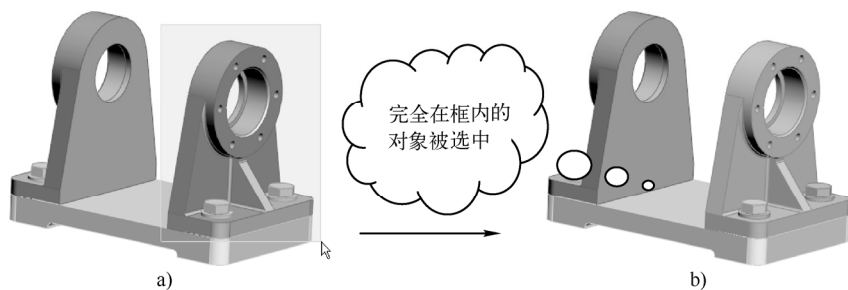
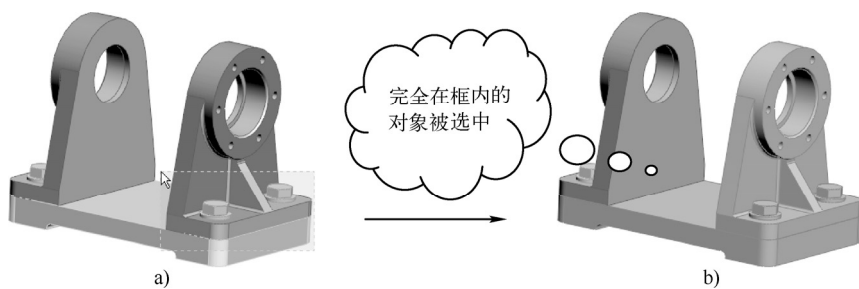

图 1-40 框选选择对象
图 1-41 在草绘模式下的框选方式
2) 框选：可以通过拖动选框来选择对象，利用鼠标在对象周围拖出一个方框，方框内的对象将全部被选中，如图 1-40 所示。可以在选取对象时按住〈Ctrl〉键，通过拖动多个选框来选择多组对象。
需要注意的是当从左到右框选对象时，只有框中的对象被选中（图 1-40）；当从右到左选择对象时，与选框相接的对象也将同时被选中，如图 1-41 所示。